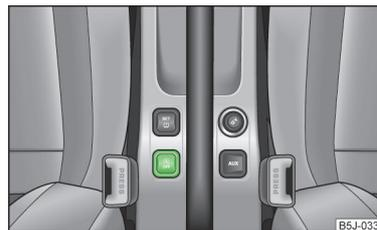

Abb. 116
- › Die Symboltaste  » Abb. 116 drücken.